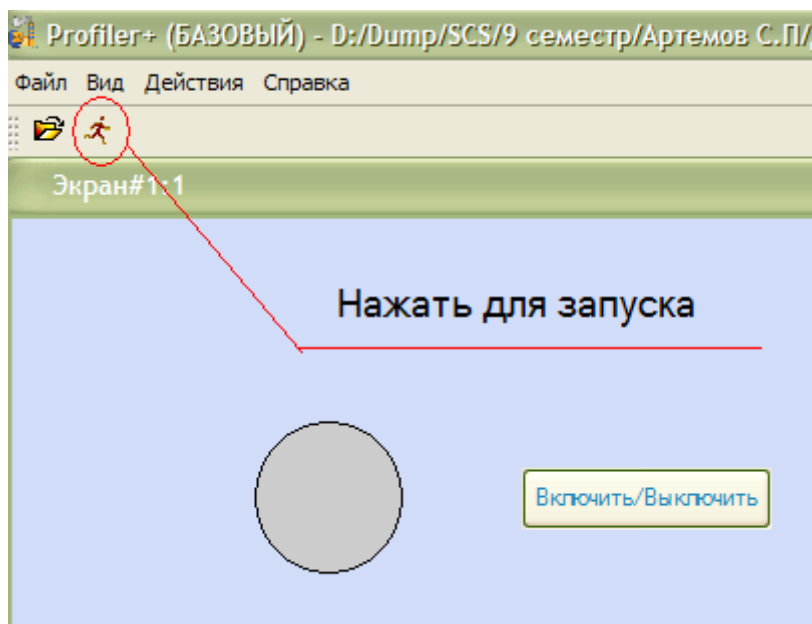

Рисунок 16 – Профайлер
16. Сохраните проект (Файл → Сохранить). Сохраните проект для монитора реального времени (Файл → Сохранить для МРВ). Запустите профайлер (Файл → Отладка). Для этого поставьте указатель мышки на узел RTM, при этом станет активна иконка . Результат выполненных действий смотрите на рис. 16.